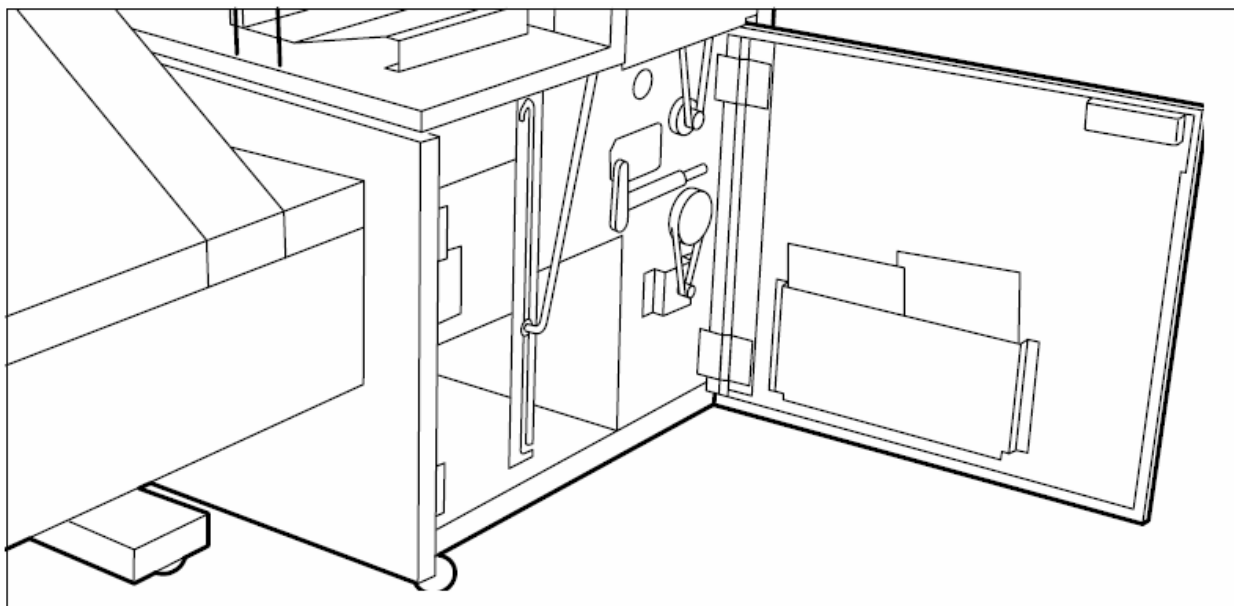

Рисунок 136: Показано, как открывать переднюю дверцу секции второго сгиба фальцевального устройства
1. Откройте лицевую дверцу секции фальцевателя, в которой осуществляется операция второго сгиба (смотрите рисунок 136).